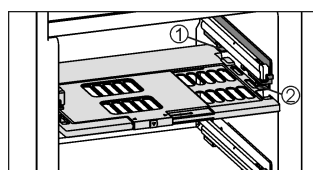

Fig. 14
- Vochtreguleringsplaat terugplaatsen: dekselranden van de plaat van onder in de achterste houder Fig. 14 (1) plaatsen en aan de voorkant in de houder Fig. 14 (2) vastklikken.